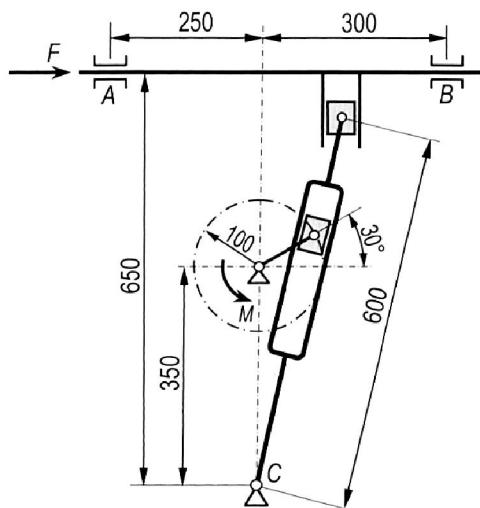

Bild 6.12: Getriebe zum Antrieb einer Werkzeugmaschine
3. Für die gezeichnete Stellung des Getriebes zum Antrieb eines Werkzeugschlittens (**Bild 6.12**) bestimme man die Schnittkraft \vec{F} und die Lagerkräfte an den Stellen A , B und C , wenn das Antriebsmoment an der Kurbel $M = 120 \text{ Nm}$ beträgt.